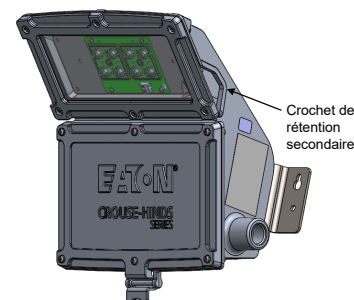

Figure 3
- Deux points de fixation sont fournis pour la rétention secondaire; voir la figure 3. Faire passer le câble de rétention secondaire par la fixation ou fixer le mousqueton fourni avec la trousse d'accessoires SC831.